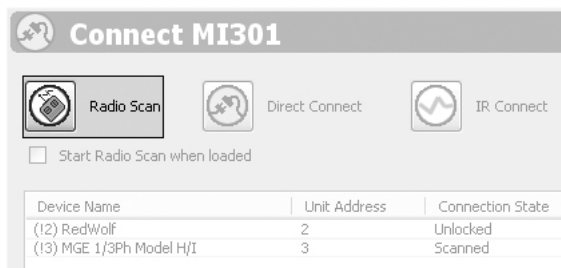

Рис. 25 Radio Scan (радиосканирование)
8. Нажмите [Radio Scan] (сканировать радиочастоту). См. рис. 25. Устанавливается подключение к продуктам, с которыми MI 301 может обмениваться данными. Это занимает от 10 до 20 секунд.